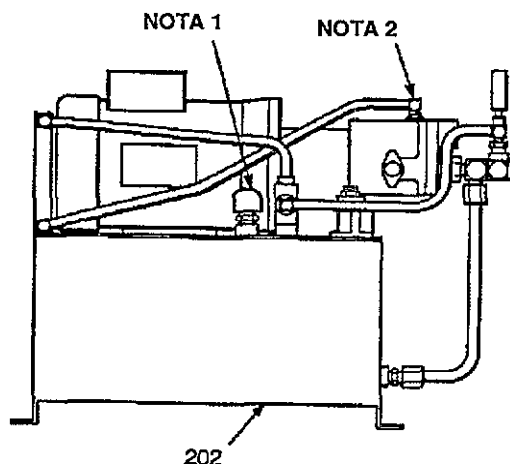

Fig. 2
4. **Montar el secador de aire (9)** en un sitio adecuado cerca de los bidones ISO y RES. Ver **Instalación típica** en la página 3 del presente manual. Ver el diagrama de agujeros de montaje en el manual 307-548.
- a. Llenar la cubeta del secador por disecación. Desatornillar el anillo (10) para retirar la cubeta del secador. Remitirse a la **Instalación típica** del presente manual.
5. **Conectar las mangueras hidráulicas (203 y 204)** entre el motor hidráulico de la bomba de alimentación (308) y el dispositivo de alimentación de potencia (202).
6. **Llenar el depósito hidráulico** con 38 litros de aceite hidráulico (206), suministrado. Llenar la caja de la bomba hidráulica con aceite hidráulico. Ver Fig. 2 del presente manual.
7. **Conectar una manguera de alimentación de aire (11)** del acoplador de desconexión rápida 1/4 npt de cada bomba de alimentación con el distribuidor de aire (316).
8. **Conectar una manguera de alimentación de aire (13)** entre la entrada de aire del secador de aire y la tubería principal de alimentación de aire.
9. **Conectar una tubería de alimentación principal de aire con un diámetro interno mínimo de 1/2 pulgadas (14)** con el distribuidor de aire (316).